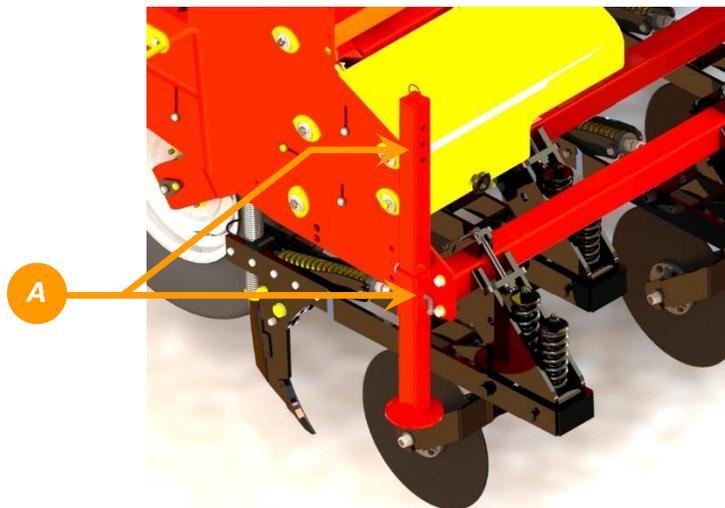

Figura 4 - Posições do engate do pé de apoio
Faça a conexão das mangueiras da plantadeira no comando hidráulico do trator (B) certificando-se de que os engates estejam limpos e em condições de uso. Para desengatar a máquina utilize o pé de apoio conforme (figura 4), desligue o trator e alivie a pressão do sistema hidráulico acionando o comando para ambos os lados. Deixe a ponta do engate sempre mais alto que a barra de tração, ajustando na furação em solo firme para facilitar o acoplamento no próximo uso. O ajuste de altura é feito através do comando hidráulico para acoplar na barra de tração, levantar o pé e travar na furação (A) abaixo ao movimentar ou efetuar plantio.